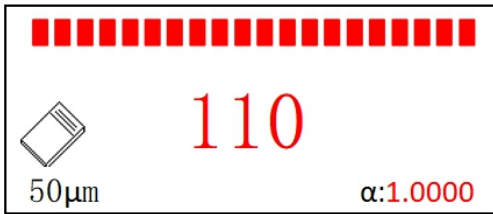

图 30校准膜片厚度错误
- 显示为"110"（图30），膜片厚度与设置不符，请检查或更换膜片。